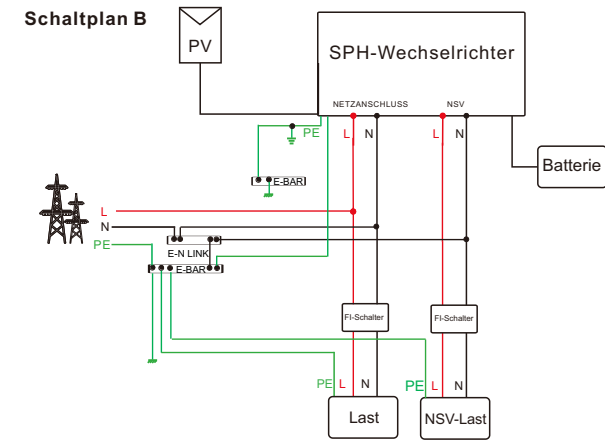

Abb. 5.17
- Wir verweisen auf Abb. 5.17, wenn das Gerät nur im Netzanschluss betrieben werden soll. Verbinden Sie das Gerät mit dem Wechselstromnetz und schalten Sie NSV AUSGANG ein („Floating“).